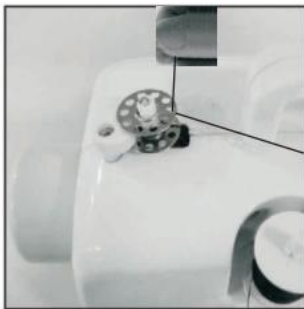

Fig. 14
4. Spule nach links schieben (Fig. 14)